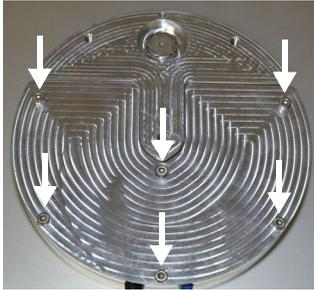

Figure 4: Compartiment de connexion de câble
1. Dévissez les 6 vis du compartiment de connexion de câble (à l'aide de la clé Allen fournie) et ouvrez le couvercle en métal (voir la Figure 4).
6. Fermez le couvercle en métal et serrez les 6 vis (voir la Figure 4).